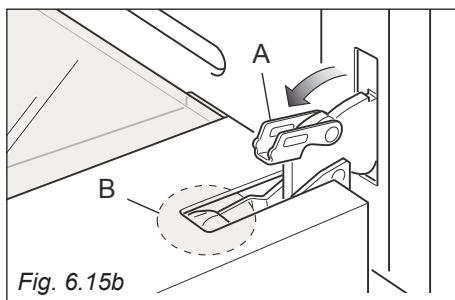

Fig. 6.15b
- Ouvrez complètement le levier "A" sur les charnières de gauche et de droite (fig. 6.15b).
- Refermez doucement la porte (fig.6.15c) jusqu'à ce que les leviers "A" des charnières gauche et droite s'accrochent sur la partie "B" de la porte (fig. 6.15b).